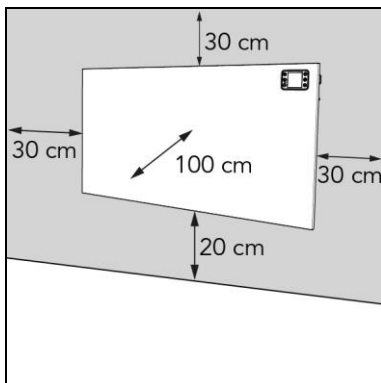

Figure 11
2. Placez l'appareil en respectant une distance minimale (figure 11) de :